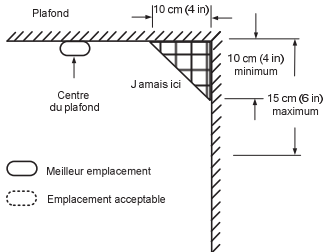

Figure 4: Les emplacements les plus recommandés et les emplacements acceptables pour monter les détecteurs de fumée et de chaleur
montage au mur est permis par les normes locales et nationales, placez les détecteurs au mur à 10 à 15 cm du plafond, voir aussi la figure 4.
- ◆ Les volumes morts se trouvent souvent au sommet des toits pentus ou dans les coins entre les plafonds et les murs. Les volumes morts peuvent empêcher la fumée d'atteindre un détecteur. Voir les figures 4 et 5 pour les emplacements de montage recommandés.